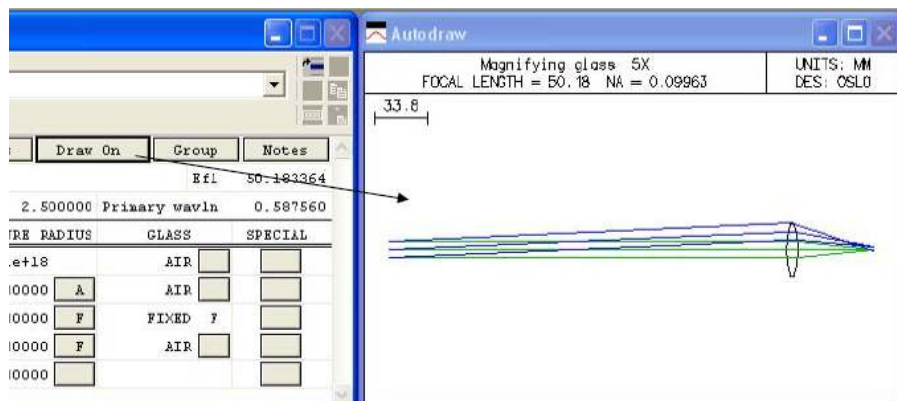

Рис.1.4. Окно Авторисования
- Авторисования (рис.1.4) - показывает вид сверху оптической системы, подсвечивая поверхность, выбранную в настоящее время в электронной таблице.